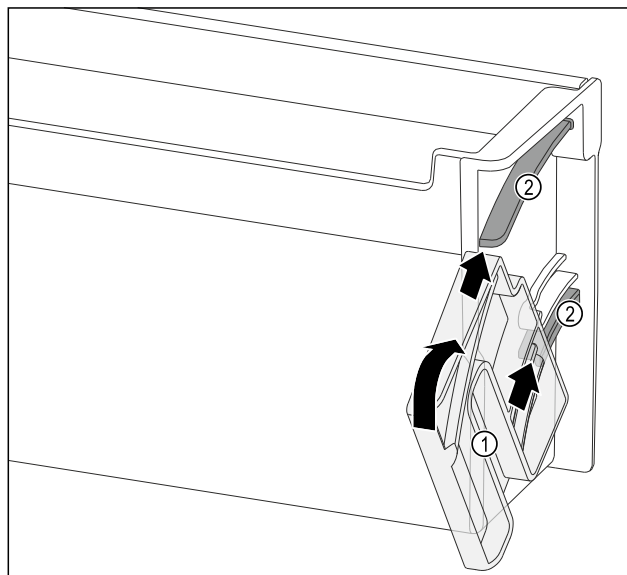

Fig. 116
- Dreheinheit Fig. 116 (1) so positionieren, dass die Aussparungen genau gegenüber den Führungskanälen Fig. 116 (2) des Türabstellers liegen.
- Dreheinheit Fig. 116 (1) in die angegebene Richtung drehen.